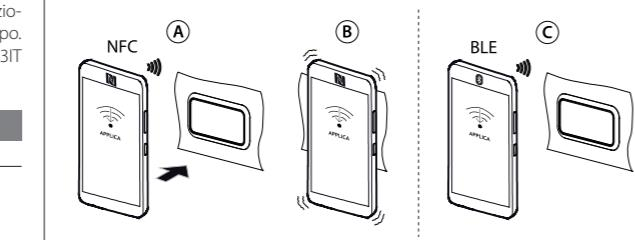

Fig. 2
- avvicinare il dispositivo al terminale utente, a una distanza inferiore a 10 mm, per effettuare il riconoscimento della configurazione (Fig. 2 - rif. A);
- avvicinare il dispositivo al terminale utente per effettuare l'upload dei parametri di configurazione (Fig. 2 - rif. B);
- avvicinare il dispositivo al terminale utente, a una distanza inferiore a 10 m, per effettuare il riconoscimento della configurazione (Fig. 2 - rif. C);